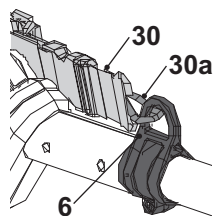

Fig. 22
4. Attachez le harnais (30) à la boucle (6) à l'aide du mousqueton (30a) (Fig. 22).